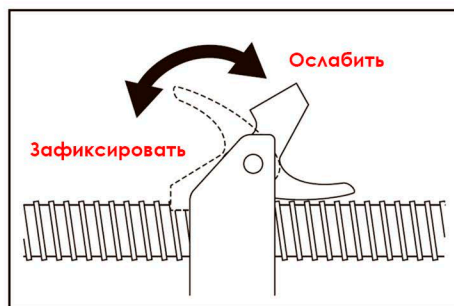

Рис.8
2. Ослабьте быстрозажимной фиксатор прижимной плиты (Рис. 8).